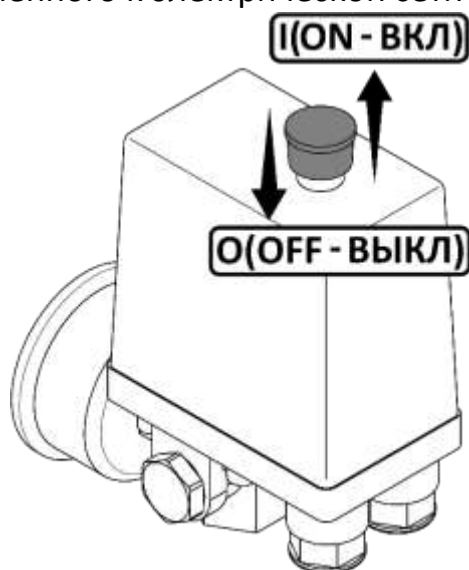

Рисунок 4
6.4.3 Подсоединение компрессора к воздушной сети необходимо выполнять через кран (поз. 11, рисунок 4).
- Проверьте, чтобы выключатель на реле давления находился в выключенном положении "O" (рисунок 4).
- Включите компрессор выключателем на реле давления и сразу же выключите. Для этого необходимо переключить выключатель в положение "I" (рисунок 4). Кнопка выключателя имеет фиксированные положения.
- Переключите выключатель на маностате в положение "О" или "OFF", в зависимости от исполнения (см. рисунок 4).